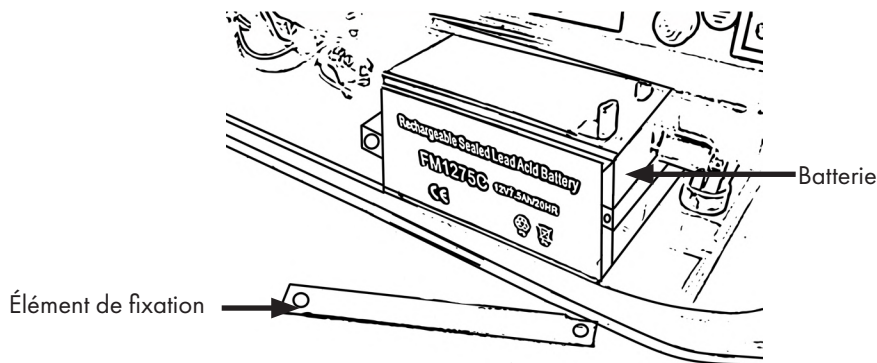

Figure 6
- Tout d'abord, insérez la batterie comme indiqué sur la figure 6 et fixez-la à l'aide des vis situées à l'avant.